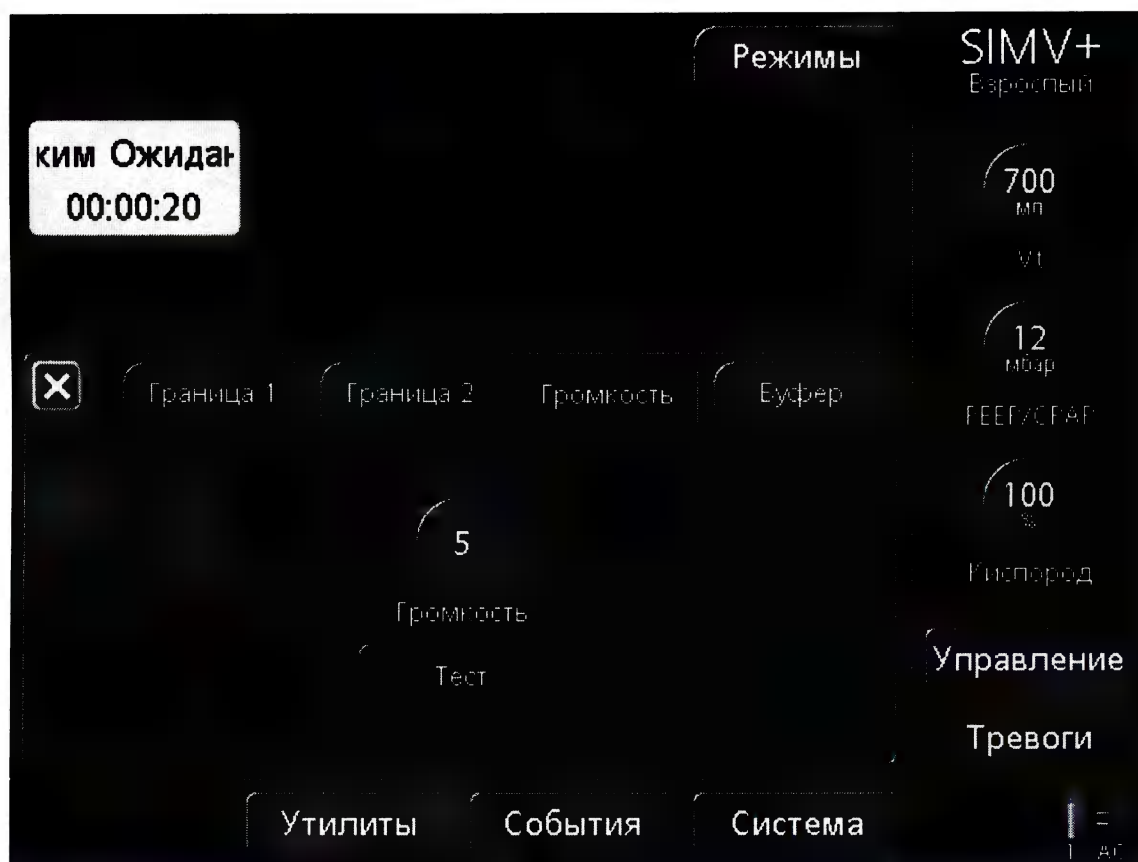

Рисунок 4-10. Окно «Громкость»
1. Откройте окно «Тревоги» → «Громкость» (рис. 4-10).